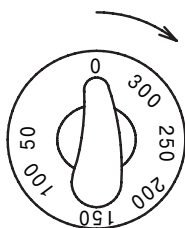

Рисунок 5
7.6 Температура в электрошкафу жарочном, необходимая для приготовления того или иного продукта, поддерживается термостом (рисунок 5), от 50 до 300 °С.